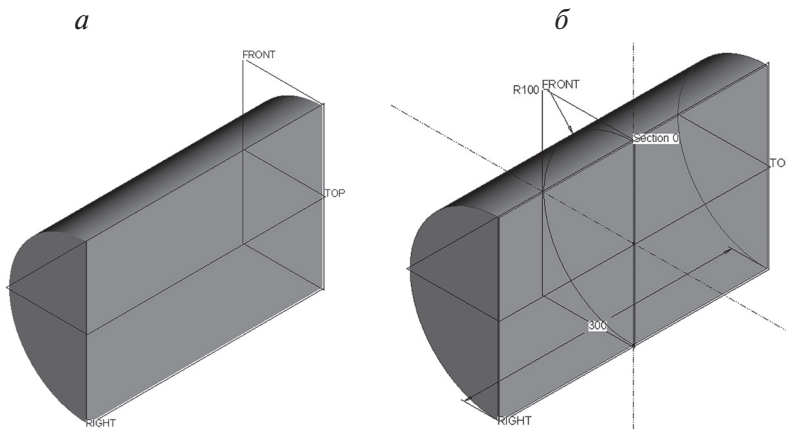

Рис. 4.20. Вытягивание на заданную величину в одном (а) и в двух (б) направлениях от плоскости построения эскиза — плоскости FRONT
- параметр **Глубина** определяет глубину распространения операции относительно плоскости рисования. Варианты глубины распространения операции и их условные обозначения представлены в табл. 4.2, примеры показаны на рис. 4.20 и 4.21 соответственно.